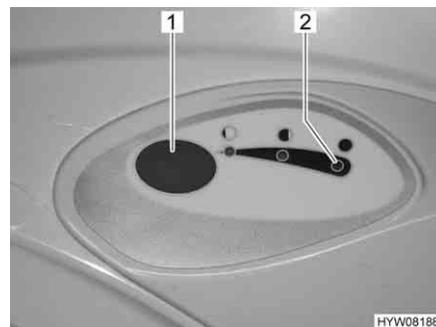

Bild 267 Spülknopf/Kontroll-Leuchte Thetford-Toilette
- Zum Spülen den blauen Spülknopf (Bild 267,1) drücken.
Die Kontroll-Leuchte (Bild 267,2) leuchtet, wenn der Fäkalientank entleert werden muss.